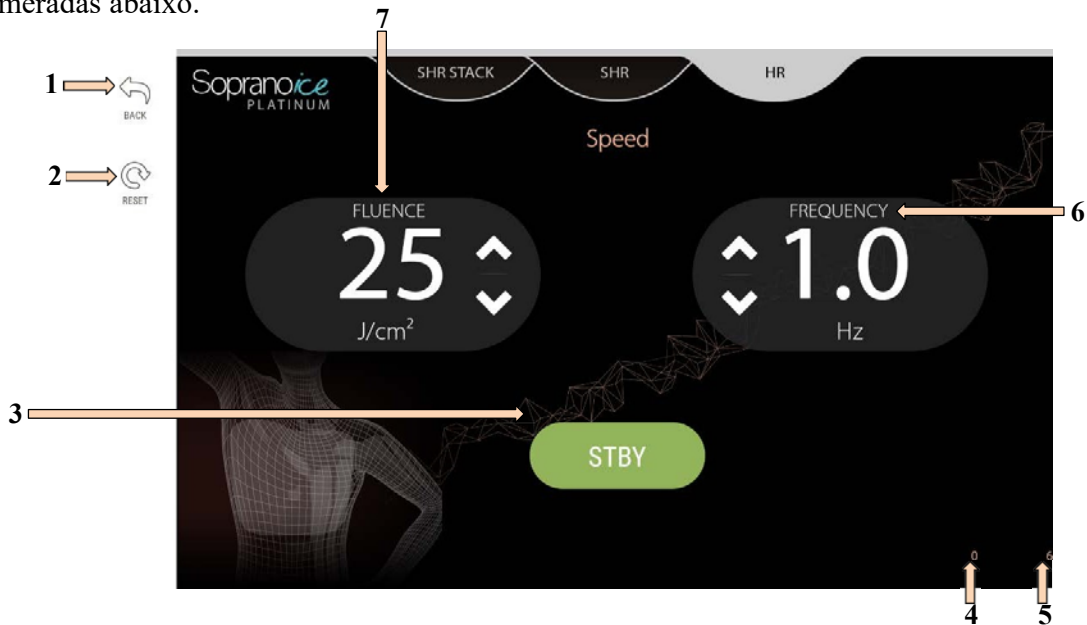

Figura B-4: Tela de Tratamento de RH
O sistema é operado no modo **HR** tocando nas teclas no painel de controle da tela sensível ao toque para selecionar e ajustar os parâmetros do tratamento. A Figura B-4 apresenta os elementos e teclas do modo **HR**. As setas numeradas na ilustração correspondem às descrições numeradas abaixo.
2. Selecione e pressione a guia **HR**; a tela apropriada com os parâmetros predefinidos será exibida (consulte A Figura B-4).